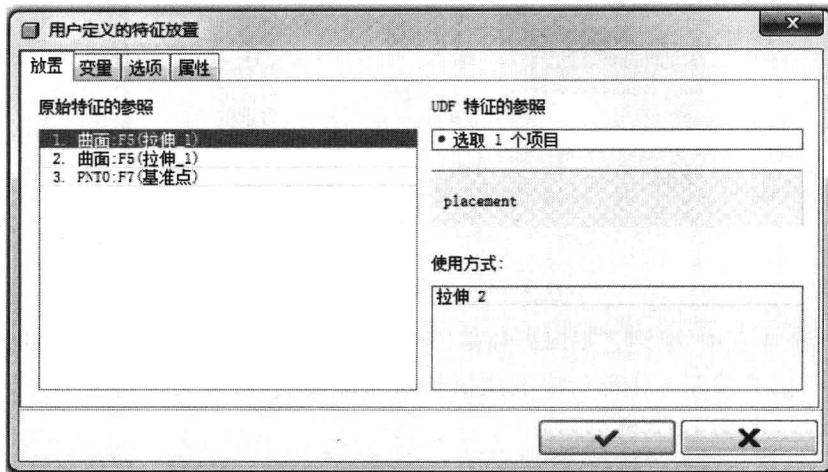

图 1-4 用户自定义特征
(2) 野火 4.0 的用户自定义特征放置方式抛弃了菜单管理器, 进入窗口操作界面, 方便了用户的管理, 如图 1-4 所示。